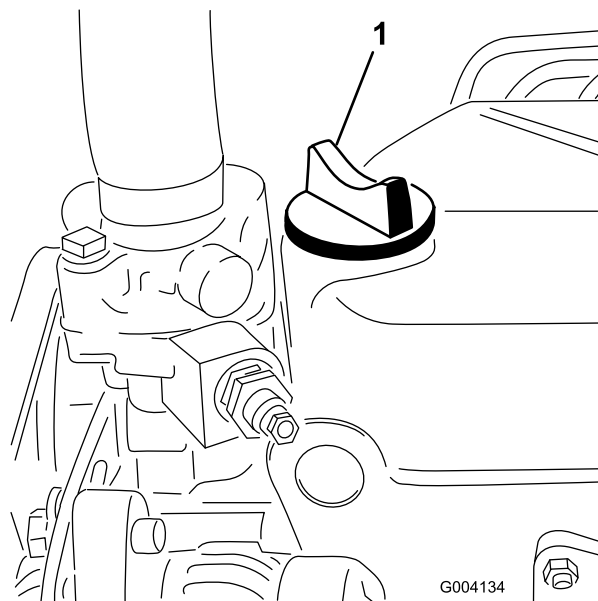

Рисунок 34
5. Если уровень масла ниже отметки Full (Полный), снимите крышку (Рисунок 34) и добавляйте масло до тех пор, пока его уровень не достигнет отметки Full (Полный).